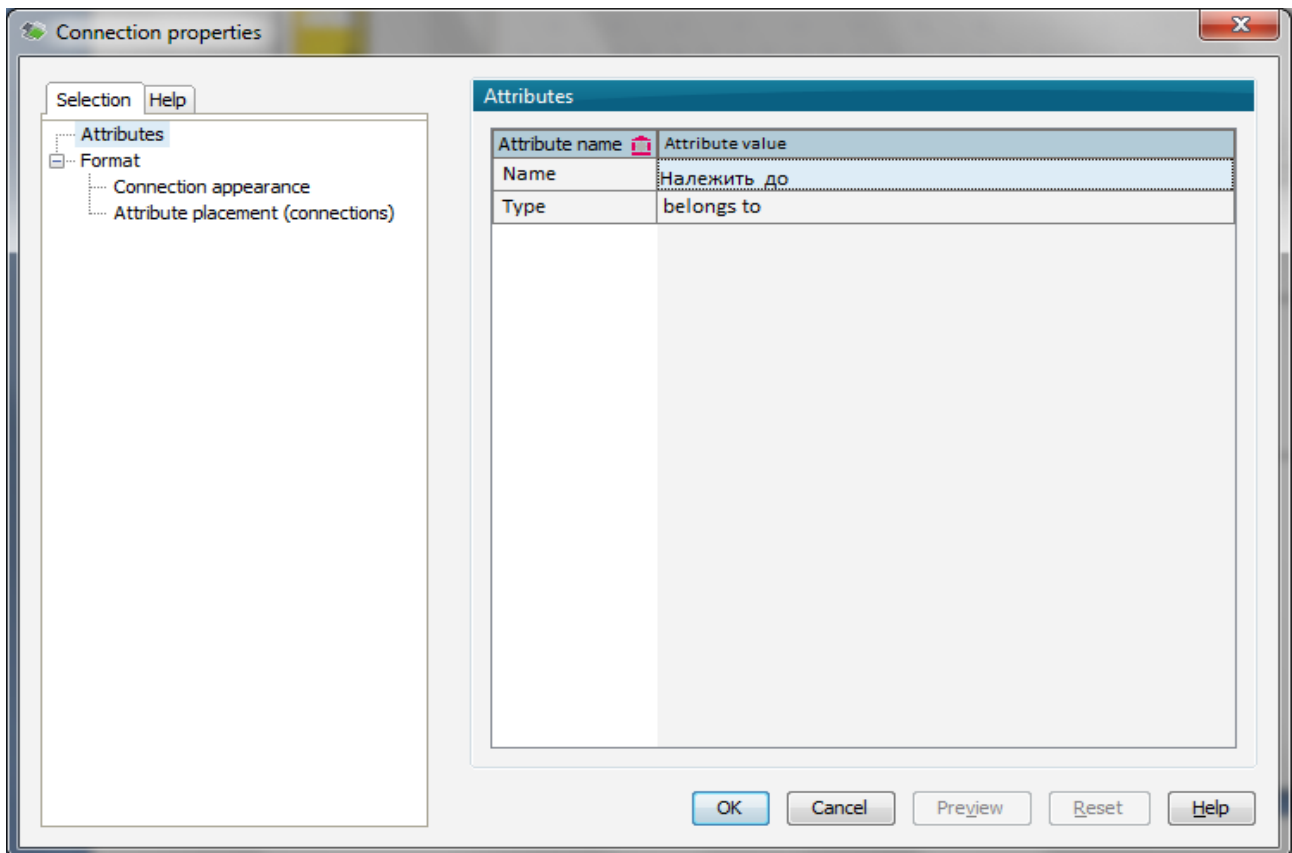

Рис. 2.9. Вікно Connection properties
5. Для того щоб показати на діаграмі назву зв'язку, потрібно клацнути правою кнопкою миші на зв'язку і з контекстного меню вибрати **Properties**. У вікні **Properties Connections** вибрати вкладку **Attributes** і ввести в полі **Name** назву зв'язку, наприклад "Належить до" (рис. 2.9).